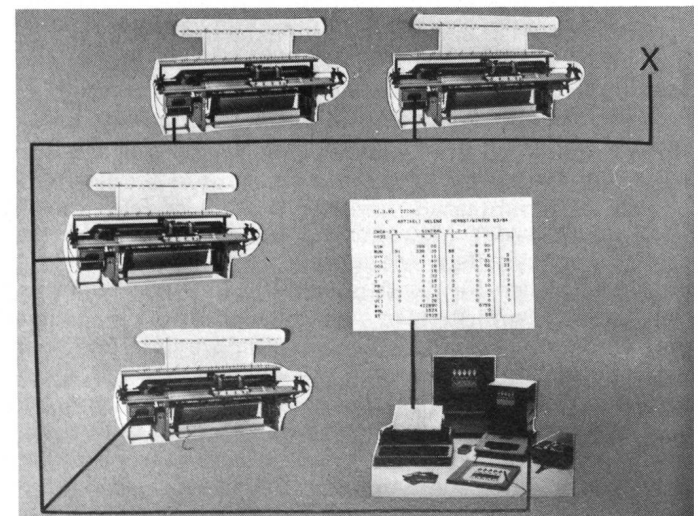

Abb. 2
2. von zentraler Stelle (Betriebsbüro) programmiert, gesteuert und überwacht werden können (Abb. 2).